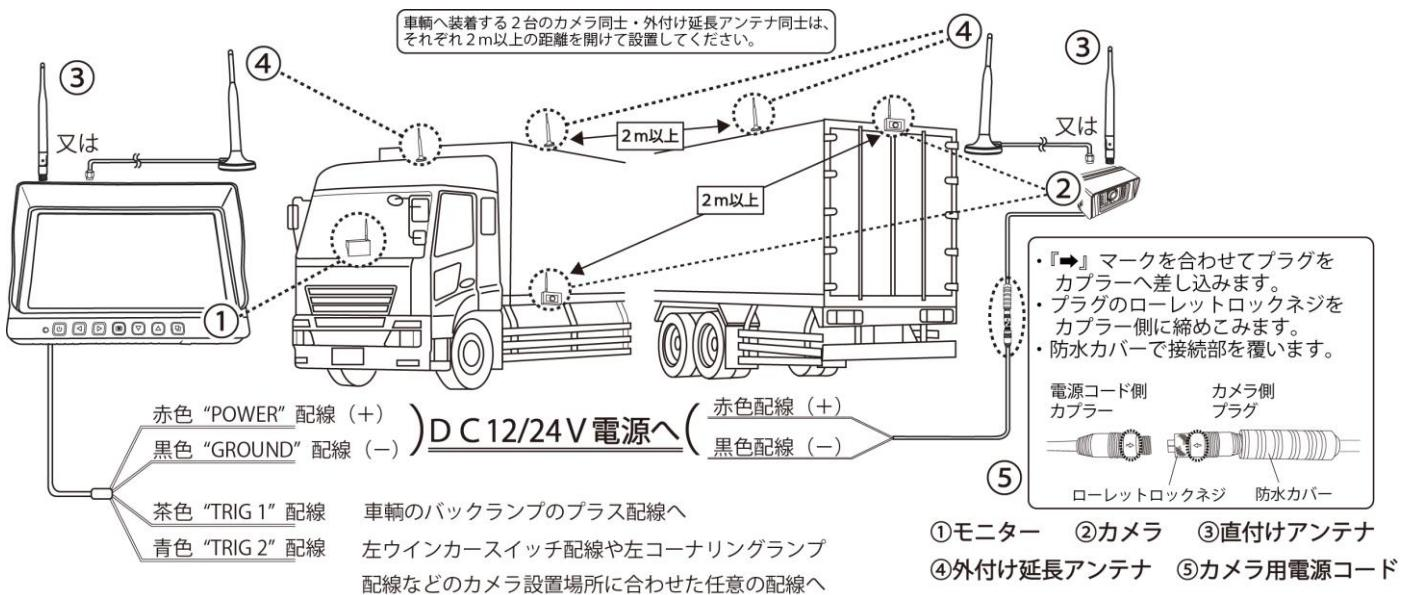

図1
※図1を参考に、本商品を車両に接続してください。
- ⑤モニターを任意の角度に調整し、③で取り付けしたノブ付ボルト、Sワッシャ、ワッシャ×4セットを本締めしてください。
- ⑥モニター電源コードの赤色“POWER”配線をDC12/24V車輛の陽極(+)側へ、黒色“GROUND”配線を陰極(-)側へ、必ず絶縁処理を施して確実に接続してください(図1参考)。
- ⑦モニター電源コードの茶色“TRIG1”配線を車輛のバックランプのプラス配線へ確実に接続してください(図1参考)。また、モニター電源コードの青色“TRIG2”配線を車輛の左ワインカースイッチ配線や左コーナーリングランプ配線などのカメラ設置場所に合わせた任意の配線へ確実に接続してください(図1参考)。
- ①必要に応じて、カメラコードや外付け延長アンテナコードを通す穴及び、ステーを固定する穴の位置決めをして、穴開け加工を行ってください。
- ②カメラコードを①で開けた穴に通して、カメラコードのプラグとカメラ用電源コードのカプラーの『➡』マークを合わせて、奥まで確実に差し込んでください。そして、**カメラコードのプラグのローレットロックネジを時計回転方向に回して確実に締め込んでください。締め込み確認後、防水カバーで接続部を覆ってください**(図1参考)。
- ⑥カメラを任意の角度に調整してから、⑤で取り付けした六角穴付きボルト(Sワッシャ、ワッシャ付)×4セットを本締めしてください。
- ⑦カメラ用電源コードの赤色配線をDC12/24V車輛の陽極(+)側へ、黒色配線を陰極(-)側へ、必ず絶縁処理を施して確実に接続してください(図1参考)。
- ⑧カメラ用電源コードを車内配線する際は、カメラコードとカメラ用電源コードの**接続部は、極力ボディーの外には出さない**でください。又、コードを無理に折り曲げたり、挟まないでください。